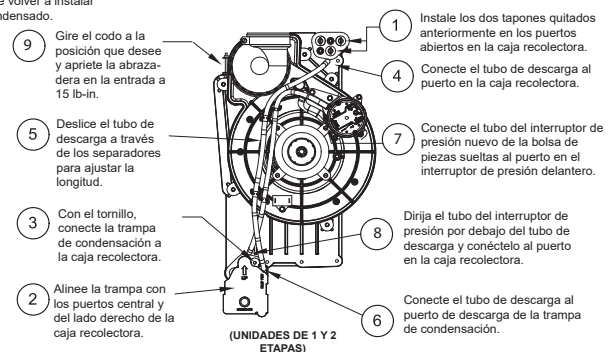

Fig. 11 – Configuración horizontal izquierda
Cuando el calefactor se instala en la posición derecha horizontal, en un principio la trampa de condensación se encontrará de fábrica en la parte inferior de la caja recolectora. Consulte la imagen superior en la Fig. 10. Cuando el calefactor se instala en posición horizontal izquierda, en un principio la trampa de condensación se encontrará, de fábrica, en la parte superior de la caja recolectora. Consulte la imagen superior en la Fig. 11. En ambos casos habrá que cambiar la caja recolectora de sitio para que la condensación drene adecuadamente. Consulte las imágenes inferiores en Fig. 10 y Fig. 11.
- La Fig. 11 muestra la trampa de condensación y las tuberías antes y después del cambio a la posición izquierda horizontal.